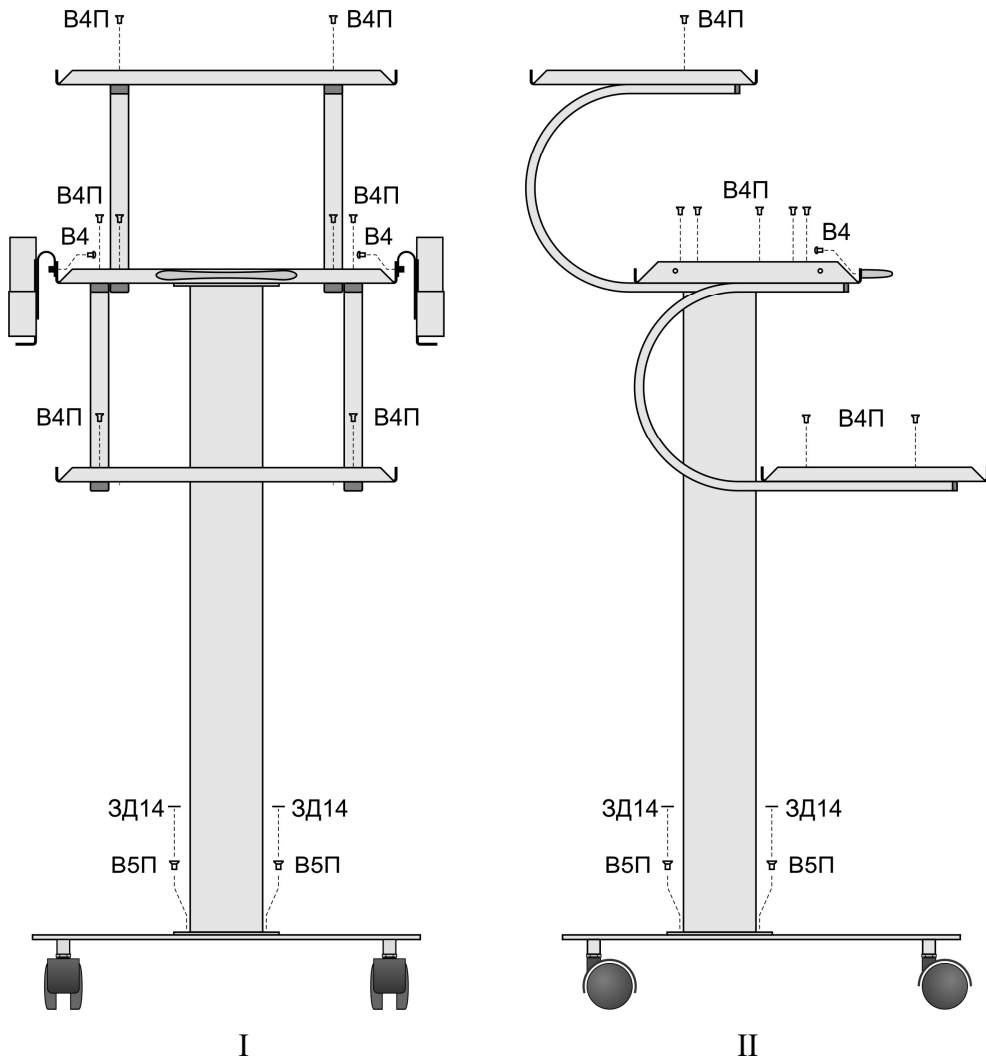

Рис. 3. Схема сборки стойки.
5.3. Собрать стойку согласно схеме (рис. 3).